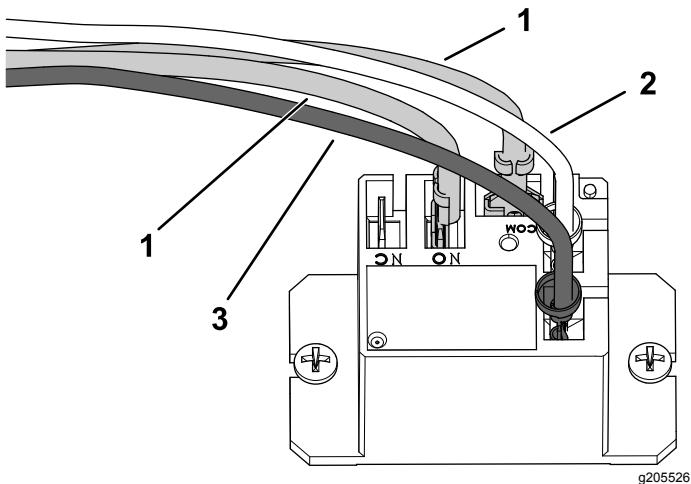

Bild 9
7. Schließen Sie die Kabelbaumanschlüsse des drahtlosen Betriebsstundenzählers am Relais an, wie in Bild 9 abgebildet.